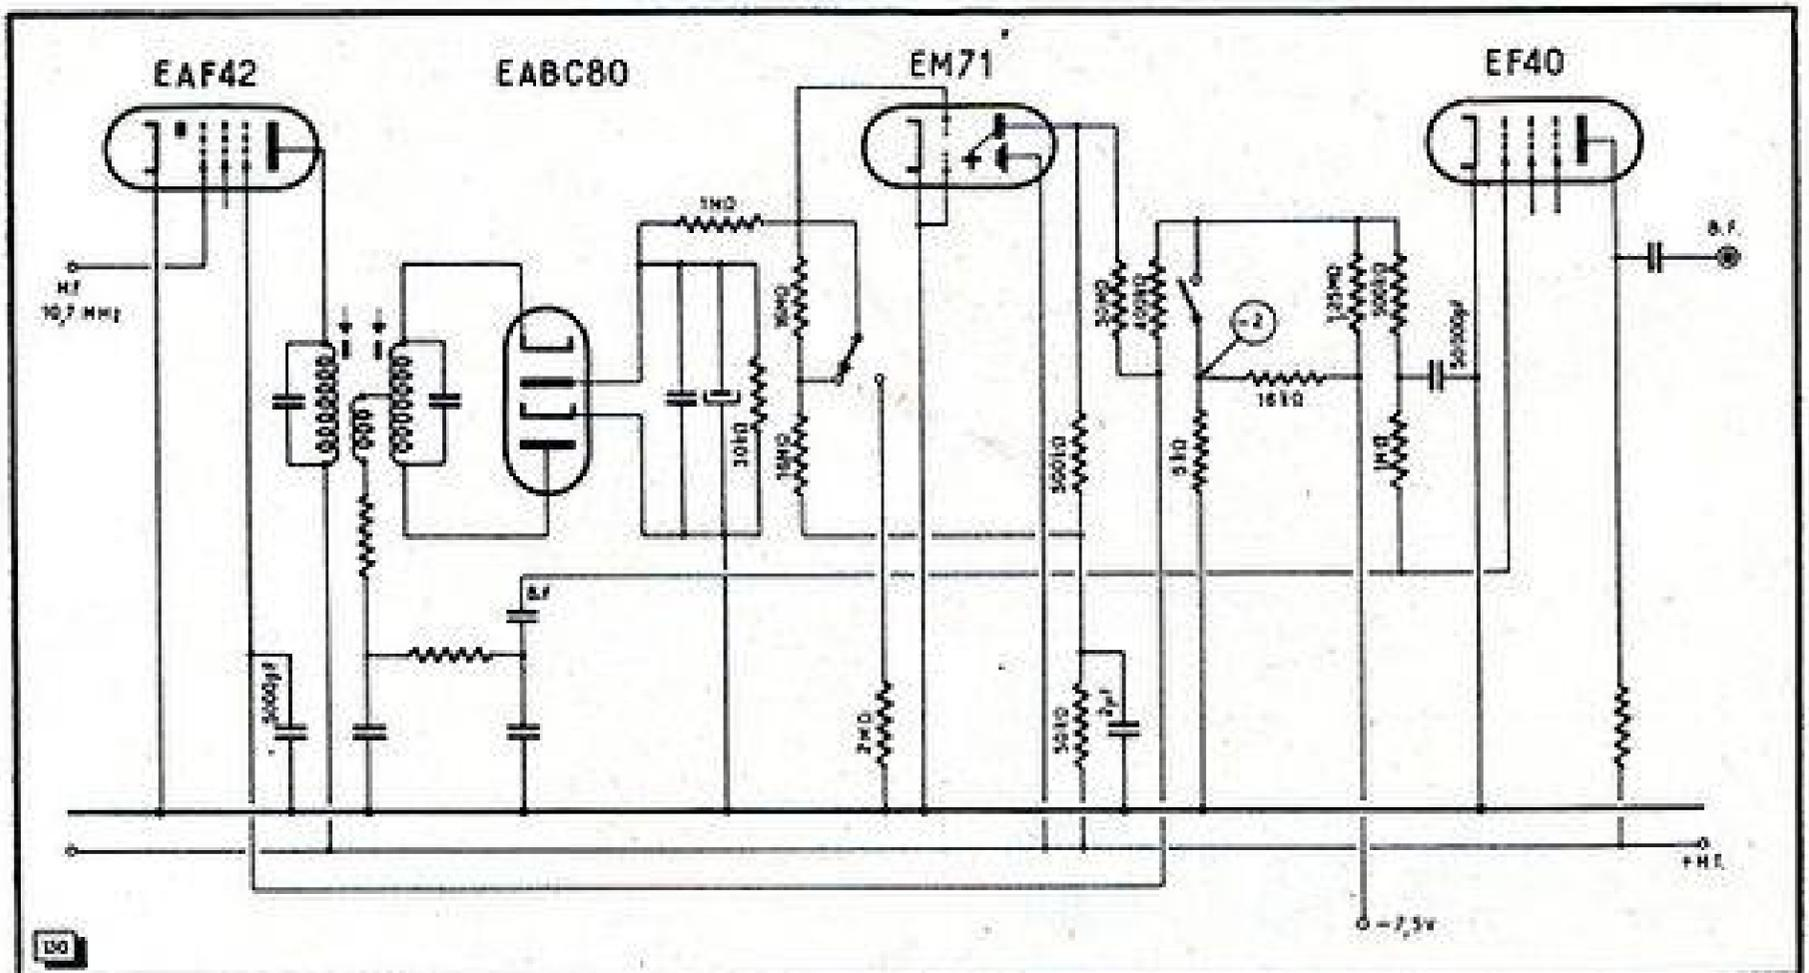

Fig. 130. — Dispositif d'accord silencieux à amplification.
Le schéma de la figure 130 montre (18) comment on peut atteindre cette perfection sans utiliser une lampe supplémentaire. L'amplification de la tension continue prenant naissance aux bornes de la résistance de charge du détecteur de rapport est faite ici par le système triode d'un indicateur cathodique EM71. La tension créée par le seul souffle du récepteur est de  $18$  V environ ; on la compense par une résistance de  $16$  M $\Omega$  connectée au plus H.T. La préamplificatrice B.F. est normalement bloquée par une polarisation de  $-7,5$  V. Si une tension dépassant  $-18$  V apparaît sur la résistance de charge du détecteur, la résistance interne de la triode de l'indicateur augmente, la tension sur la plaque devient plus élevée, et arrive à compenser la polarisation initiale de la préamplificatrice. Pour éviter, aux signaux de forte amplitude, les distorsions par courant de grille, on limite la polarisation dans le sens positif en utilisant, comme diode, la grille suppressive d'une amplificatrice M.P.
La figure 131 montre les courbes relevées avec un dispositif d'accord silencieux suivant la figure 130. On voit que le passage de l'état bloqué à l'état d'amplification normale se fait d'une manière extrêmement brusque, des distorsions n'étant à craindre que pour des signaux entre  $2$  et  $3$   $\mu$ V à l'antenne. Un commutateur deux positions, deux circuits, est prévu pour mettre le dispositif hors d'action.
Fig. 131. - Courbe de réglage du dispositif de la figure 130. — Fig. 132. - Détecteur multiplicatif utilisant une diode supplémentaire pour l'accord silencieux et pour la commande d'un indicateur d'accord. — Fig. 133 et 134. - Dispositif d'accord automatique utilisant un modulateur de fréquence au Ferroxcube. — Fig. 135. - Montage de contre-réaction d'enveloppe.